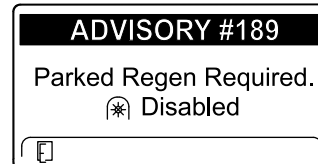

Figure 83
- Si vous n'exécutez pas de régénération en stationnement dans un délai de 2 heures, l'InfoCenter affiche ADVISORY #189 (avis n° 189) pour demander une régénération en stationnement – prise de force désactivée (Figure 83).